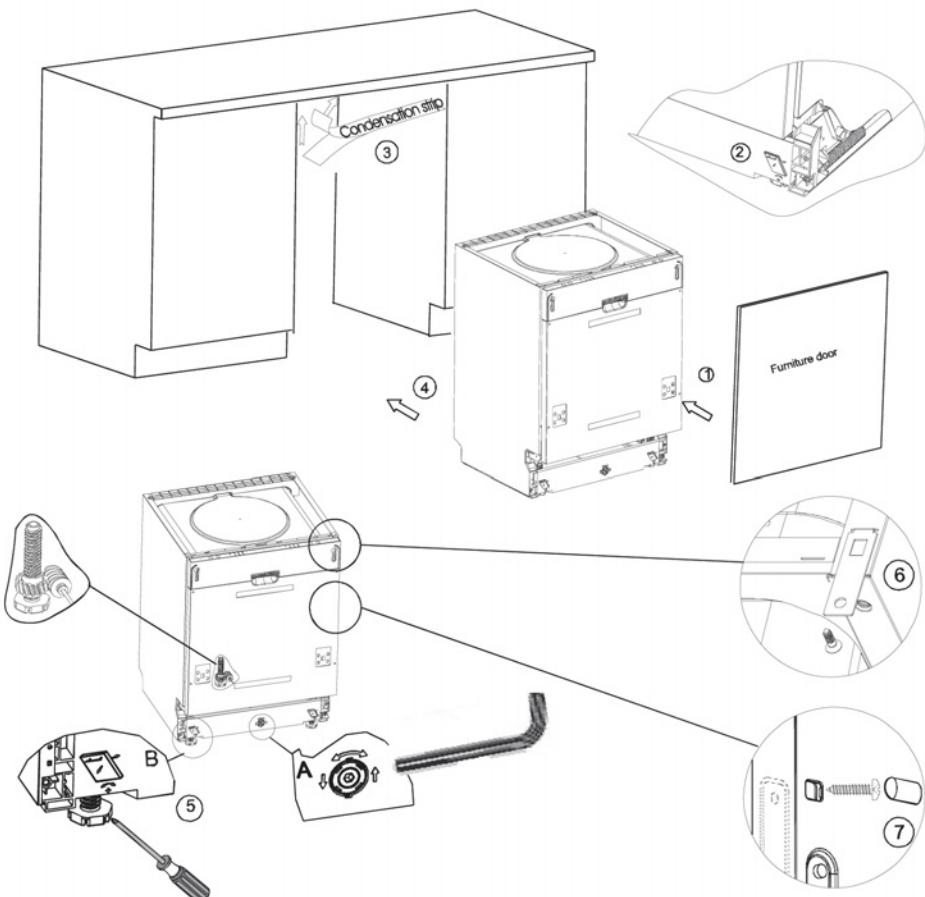

Рис. 8. Последовательность установки посудомоечной машины
1. Используя скобы, прикрепите декоративную дверцу от вашей мебели к дверце машины (см. п. 1 на рис. 8).
2. Отрегулируйте натяжение пружин дверцы при помощи торцевого ключа, поворачивая его по часовой стрелке для натяжения пружины и против часовой стрелки для того, чтобы ослабить пружины дверцы. Не выполнение данной операции может привести к повреждению посудомоечной машины (см. п. 2 на рис. 8).
6. Поместите посудомоечную машину на направляющие (см. п. 4 на рис. 8).
9. Выровняйте машину. Задние ножки можно регулировать винтами, расположенным спереди (см. п. 6а на рис. 8). С помощью ключа отрегулируйте передние ножки (см.п. 6в на рис. 8).
к ней шурупами по дереву, будьте осторожны, вес машины может вырвать шурупы из дерева (см. п. 7 на рис. 8).
- B. Если у вас мраморная или гранитная столешница, используйте скобы, чтобы прикрепить машину к стенам соседней мебели, при этом необходимо закрыть винты резиновыми шляпками, чтобы не повредить столешницу (см. п. 8 на рис. 8).
2. Машина разработана так, чтобы пользователь мог регулировать ножки, используя винты в передней части (см. рис. 8).